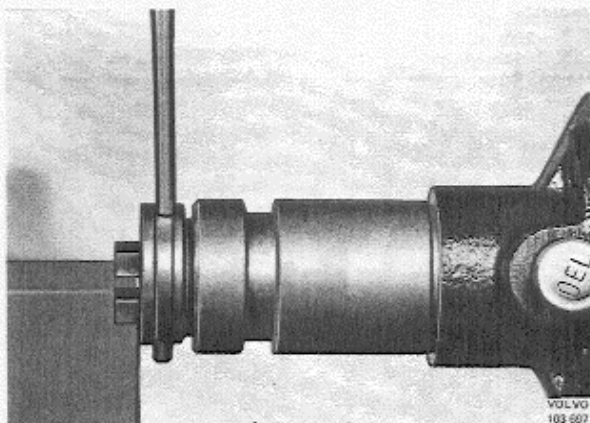

Abb. 3-32 Ausbau des Mitnehmers
5. Federring abziehen und die Lage des Mitnehmers im Verhältnis zur Verteilerwelle kennzeichnen. Stift (Abb. 3-32) herausschlagen, Mitnehmer abnehmen und die Verteilerwelle aus dem Gehäuse ziehen.